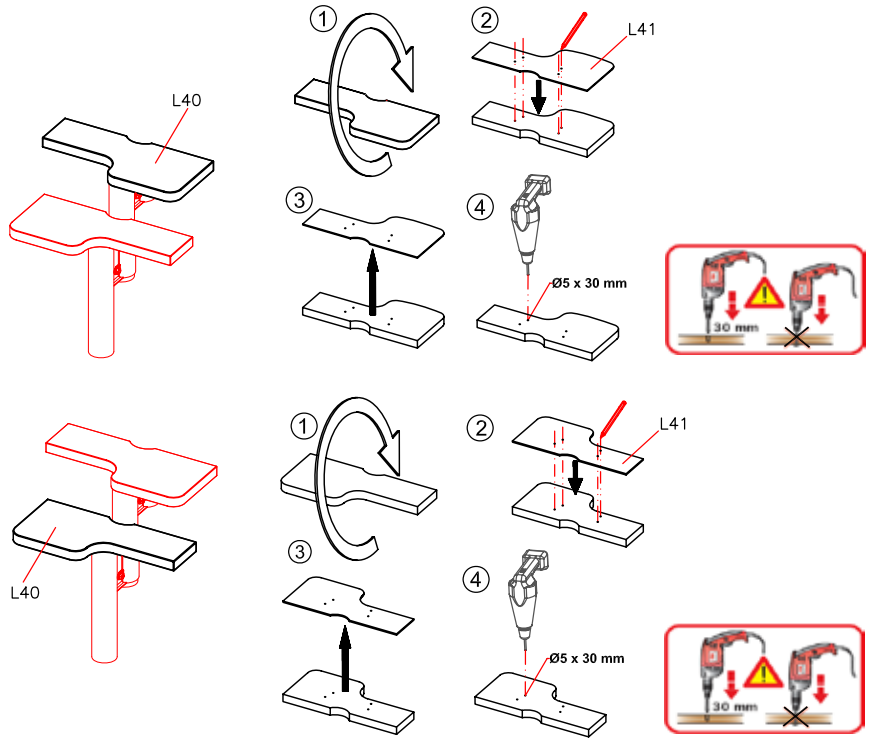

FIG. 5
- a. Met een potlood trekt u, op het punt waar de twee steunen samenkomen, twee verticale lijnen op een afstand van 3,5 mm (fig. 5).